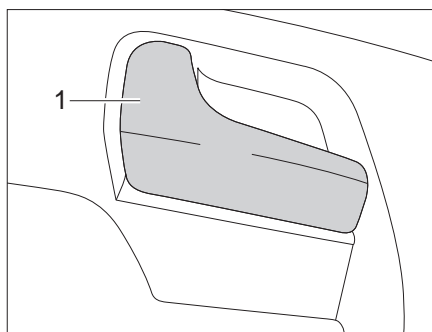

Fig. 45 Serratura della porta conducente, lato interno
- Tirare la maniglia (Fig. 45,1). La serratura della porta si sblocca.